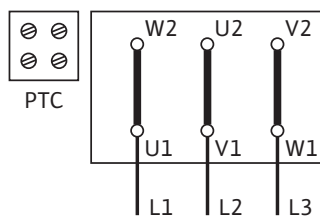

Fig. 45: Y-свързване (стандартно)
Схемата на свързване за електрическото присъединяване се намира в капака на клемната кутия (виж също Fig. 45/46).
- Ел. захранване на клемната дъска зависи от мощността на мотора P_2 , от напрежението на ел. мрежата и от вида стартиране. Необходимото свързване на съединителните мостове в клемната кутия може да се види в следния списък „Табл. 4: Разпределение на свързващи клеми“ на страница 20, както и на Fig. 45/46.
Y-Δ-свързване (Стандартно)	Отстранете съединителните мостове (Fig. 45)